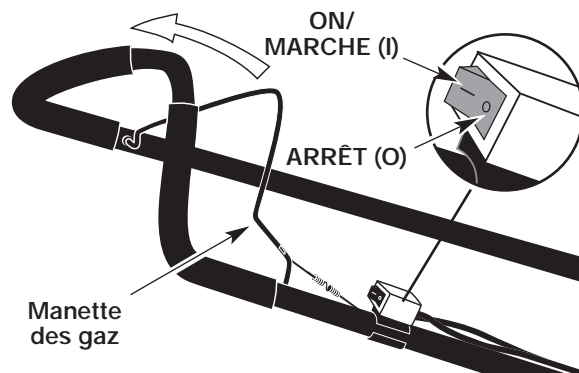

Fig. 10
**REMARQUE :** Il n'est pas nécessaire de faire démarrer la machine. La commande On/Off (Arrêt/Marche) est en position ON (I) en permanence (Fig. 10).